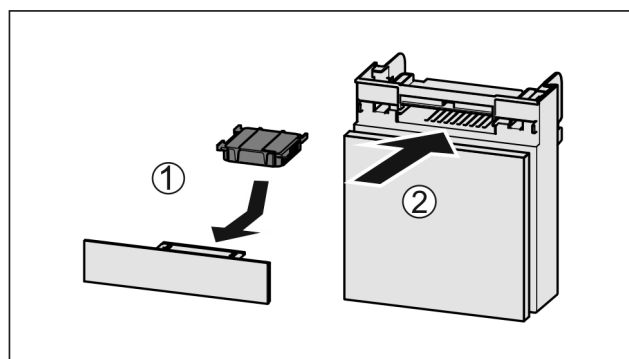

Fig. 60
- Insérer le filtre à charbon actif d'après le schéma Fig. 60 (1).
- Insérer le compartiment Fig. 60 (2).